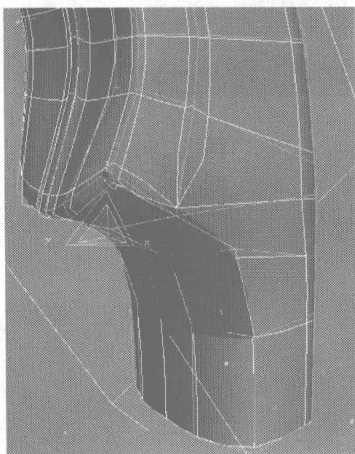
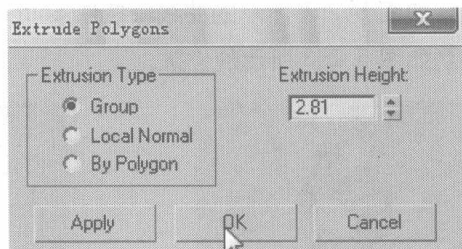
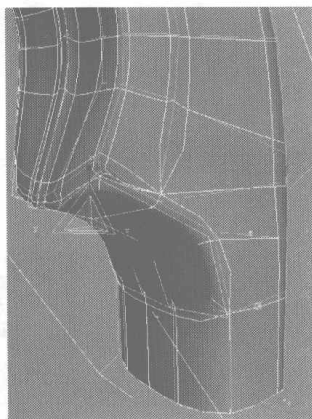
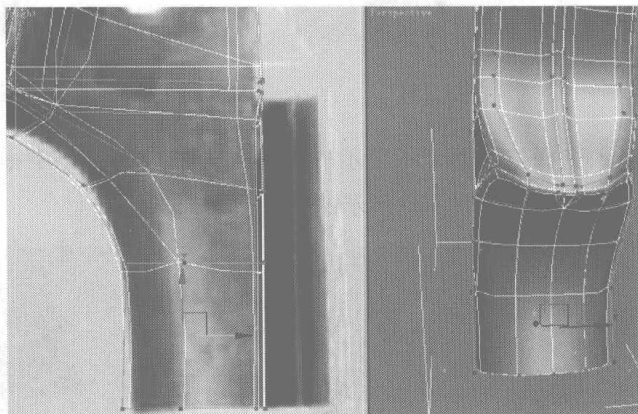

图 5.259
图 5.260
图 5.261
图 5.262
- 26** 选择如图 5.259 所示的面，单击 **Extrude** 右边的小按钮，在弹出的对话框中设置如图 5.260 所示参数，模型显示如图 5.261 所示。调整模型上的点到如图 5.262 所示的位置。